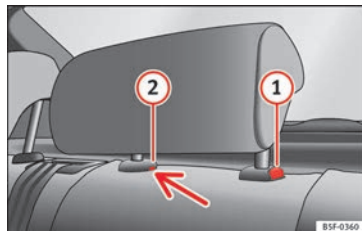

Abb. 153 Hintere Kopfstütze in der Mitte: Einregelungsstelle.
- Zum Einstellen der Kopfstütze auf eine niedrigere Höhe die Taste **1** » **Abb. 153** und diese nach unten schieben.